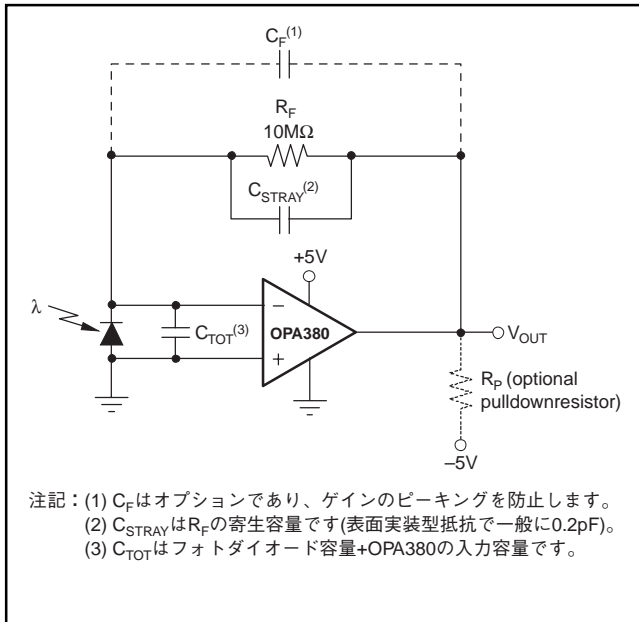

図5. トランスインピーダンス・アンプ
(2) 図5に示すように、 V_{OUT} と $-5V$ 間に接続したプルダウン抵抗 R_P だけを負荷とする出力でテストしました。アプリケーション節の「グランド・レベルの出力振幅の実現」も参照願います。
(4) リニア動作の回復に要する時間。
(5) 正電源電圧から回復する時間。
トランスインピーダンス設計に関するキーとなる要素は図5に示しており、